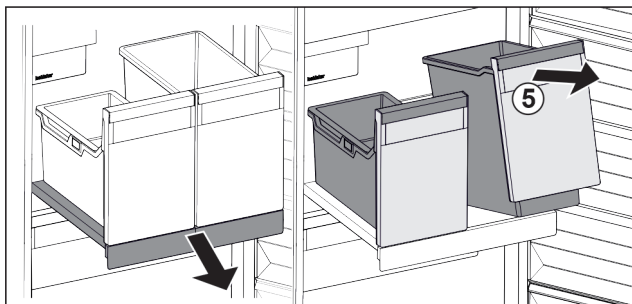

Fig. 100
- Behälter Fig. 100 (5) vorne anheben.